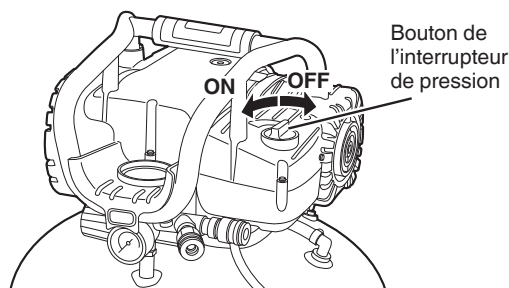
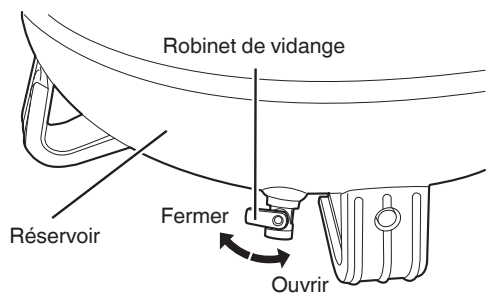

Fig. 2
Fig. 5
Vérifier que le sélecteur de l'interrupteur barométrique se trouve sur la position «OFF» (Fig. 2). Si l'on branche la fiche dans la prise alors que le sélecteur de l'interrupteur barométrique se trouve sur «ON», le compresseur se mettra en marche immédiatement, risquant de causer de graves blessures.
Insérez la fiche dans la prise et démarrez le compresseur au moyen du bouton de l'interrupteur de pression. (Voir Fig. 2).
- (1) Placez le bouton de l'interrupteur de pression sur la position « OFF ». (Voir Fig. 2).
- (2) Débrancher la fiche de la source d'alimentation.
- (3) Ouvrir le robinet de vidange qui se trouve sous la partie inférieure du réservoir (Fig. 5). La pression du réservoir doit être en dessous de 10 psi lors de la vidange du réservoir.
Vidanger le réservoir tous les jours ou toutes les 4 heures d'utilisation. Ouvrir le robinet de vidange et incliner le compresseur pour vider l'eau qui s'est accumulée (Voir Fig. 5). La pression du réservoir doit être en dessous de 10 psi lors de la vidange du réservoir.